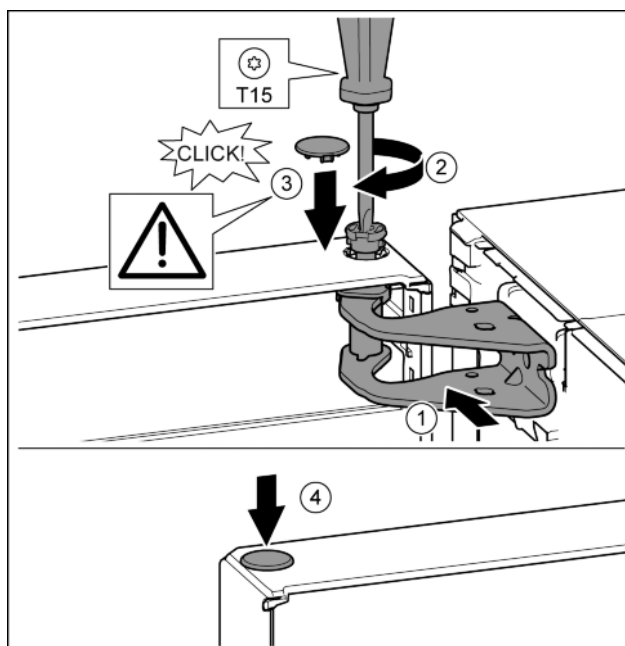

Fig. 19
- Wyrównać drzwi u góry względem otworu w płycie zawiasu. Fig. 19 (1)
- Założyć sworzeń i dokręcić śrubokrętem T15. Fig. 19 (2)
- Zamontować osłonę bezpieczeństwa w celu zabezpieczenia drzwi: Włożyć osłonę zabezpieczającą i sprawdzić, czy przylega ona do drzwi. Ponadto założyć cały sworzeń. Fig. 19 (3)
- Założyć zatyczkę. Fig. 19 (4)